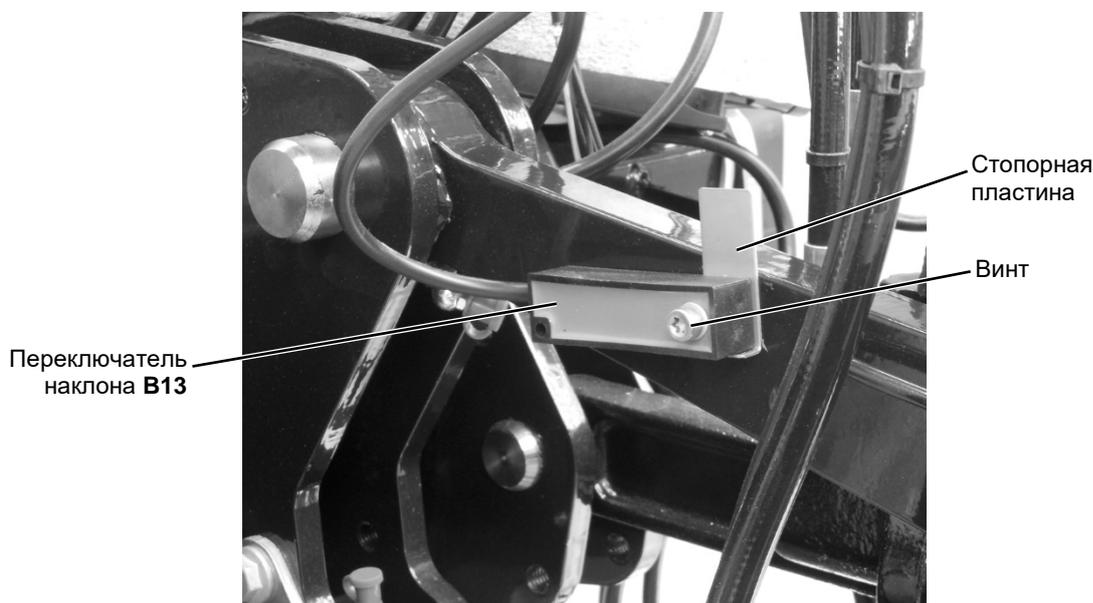

Рисунок 46: Переключатель наклона В13 (2)
- Отпустите винт переключателя наклона В13 на правой тяге торсионной рамы (см. Рисунок 46).